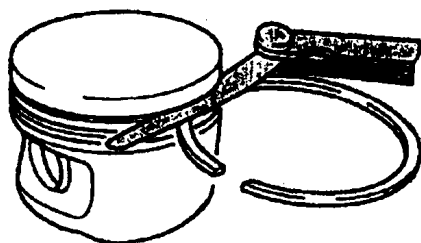

图 1-41
(5) 检查侧向间隙，如图 1-41 所示。检查前，清洗活塞环槽，侧向间隙如表 1-6 所示。